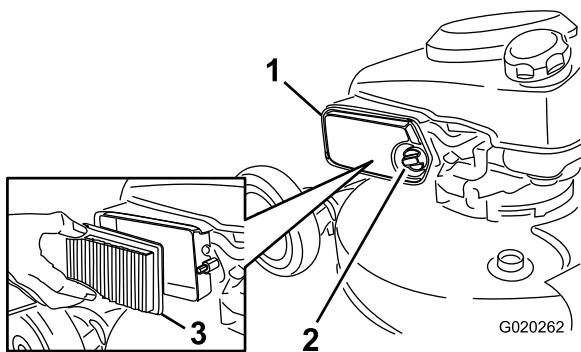

Рисунок 36
1. Отверните ручку и откройте крышку (Рисунок 36).
2. Замените элемент воздухоочистителя (Рисунок 36).